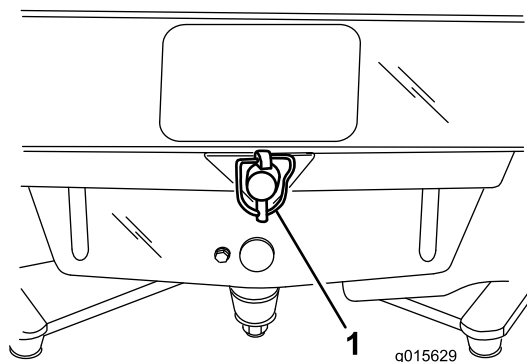

Figura 15
13. Fissate la parte posteriore del telaio al perno della staffa con il perno di scollegamento (Figura 15).